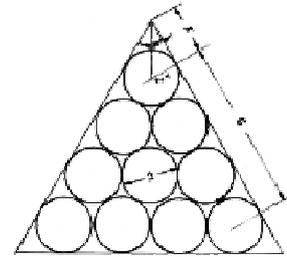

Abb. 5: Maßskizze. Berechnung:  $\text{tg } 30^\circ = 1 : x$ ;
- Zum Eingrenzen der Kugeln hat man sich meist eines einfachen Rahmens bedient (Abb. 4). Die Herstellung der Form "b" schließt die Form "a" mit ein. Der Kugeldurchmesser beträgt bei einem Modell von 1:40 ca. 2 mm (gibt es bei Kugellagerkugeln). Die Herstellung läuft wie folgt ab: Das Erste ist wie überall die Anfertigung einer Maßskizze (Abb. 5).